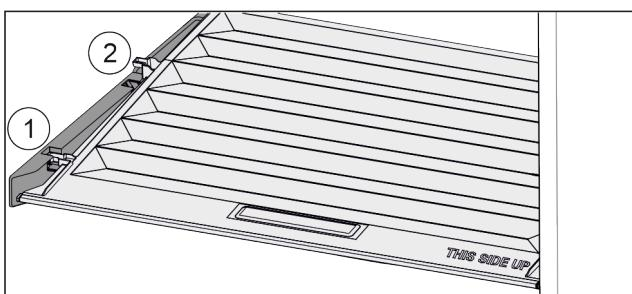

Fig. 83
- Кришку до отвору в деталях для підтримки потягнути вперед Fig. 83 (1).
- Підняти ззаду знізу та вийняти Fig. 83 (2) вгору.